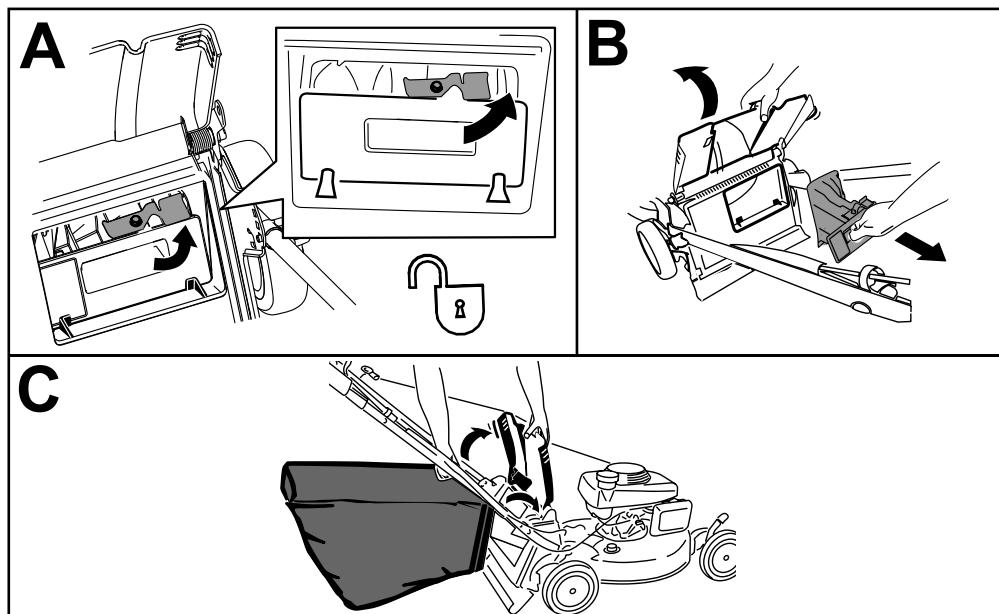

Figura 17
Nota: Para desbloquear el tapón trasero, gire la palanca del tapón a la derecha (Figura 17).
1. Levante y sujeté el deflector trasero y desbloquee el tapón trasero (Figura 17, A).
2. Extraiga el tapón trasero (Figura 17, B).
3. Cuelgue el borde superior delantero de la bolsa de los pasadores situados en las muescas de los soportes del manillar (Figura 17, C).